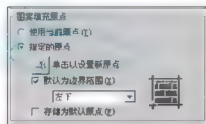

图 4.73 单击【指定的原点】单选按钮
④ 在【图案填充原点】选项组内选【指定的原点】单选按钮, 此时【单击以设置新原点】按钮亮显, 如图 4.73 所示。